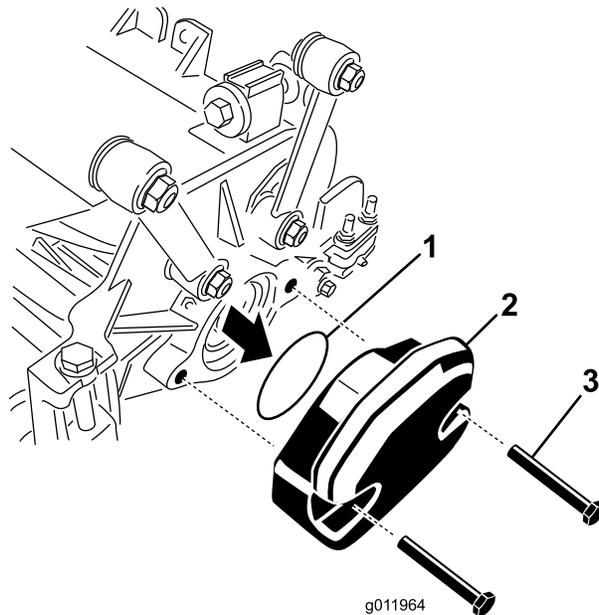

図 23
2. 右側カッティングユニットの内側端部からウェイトとOリング 図 23 を取る。